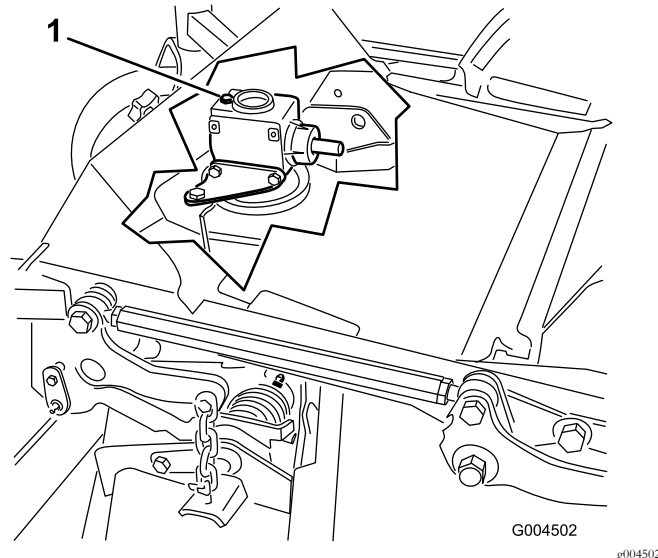

Рисунок 34
6. Снимите масломерный щуп и пробку заливной горловины в верхней части редуктора и убедитесь, что уровень масла находится между отметками на щупе (Рисунок 34).
6. Снимите масломерный щуп и пробку заливной горловины в верхней части редуктора (Рисунок 34).